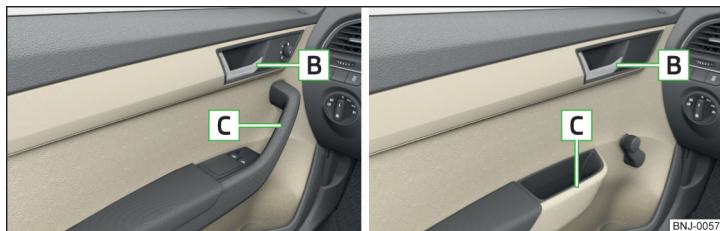

Fig. 47 Palanca de apertura de puerta - Variante 1 / Variante 2
- Para **abrir desde adentro** tirar en la palanca de apertura de la puerta **B** » fig. 47 y presionar la puerta hacia afuera.